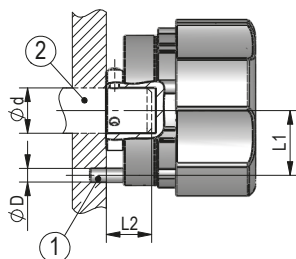
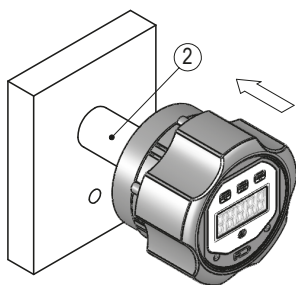
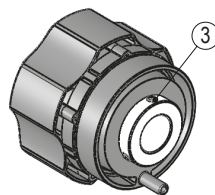

Abb. 1: Einbaumaße
Abb. 2: Montage
Abb. 3: Anzugsmoment Gewindestift
- ▶ Sorgen Sie für einen geringen Wellen- und Winkelversatz zwischen Welle und Aufnahmebohrung durch geeignete Fertigungsmaßnahmen (siehe Abb. 1 + Tab. 1).
#### Vorbereitung Montage (Abb. 1, Abb. 2, Abb. 3):
#### Montage (Abb. 1, Abb. 2, Abb. 3):